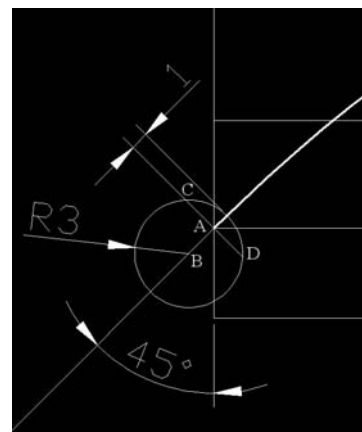

Fig.18.27
- 3 Pour le support de la lame du rasoir, tracez un cercle de rayon de 3 mm et avec le centre (point B) situé à 2 mm de l'extrémité de la spline (point A) (fig.18.27).